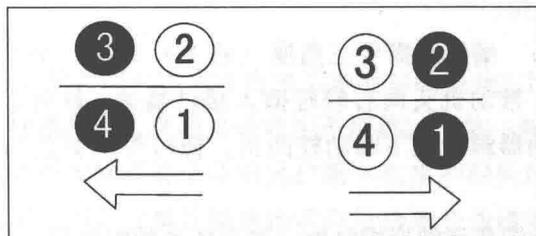

图 1-6 起针三角管理的工作方向示意图
**2. 起针三角管理的功能与工作方向** 起针三角管理负责编织的开始和停止。1、4 起针三角管理承担前针板的编织工作，2、3 起针三角管理负责后针板的编织工作。双针板同时工作，三角座拉向左时是 3、4 起针三角管理一起工作，三角座拉向右时 1、2 起针三角管理一起工作，参见图 1-6 起针三角管理工作方向示意图。后针板不需要工作时，可以关闭 2、3 起针三角管理，反之同理（黑底表示工作状态，白底表示停止状态）。